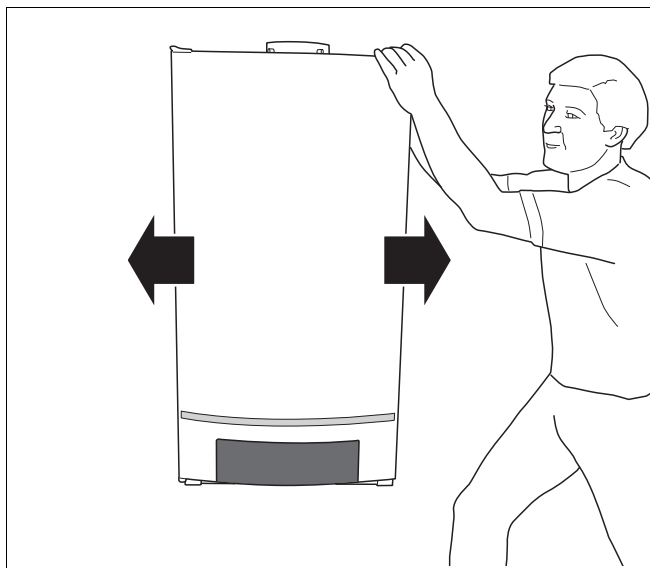

Bild 9 Flytta värmepannan
- Skjut värmepannan till rätt position (bild 9).